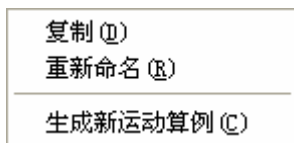

图 13-1 右键快捷菜单
(1) 新建一个零件文件或装配体文件，在 SolidWorks 界面左下角会出现“运动算例”标签。右键单击“运动算例”标签，在弹出的快捷菜单中选择“生成新运动算例”，如图 13-1 所示。自动生成新的运动算例。